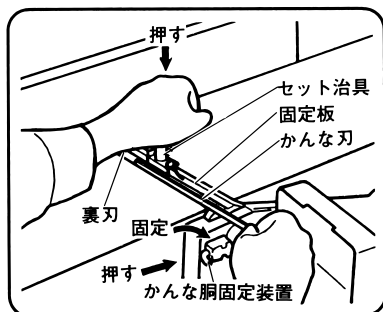

図 48
(2) かなな胴固定装置のレバーを指先で押し右(図中固定側)にまわしてかなな胴を固定します。(図48)
(3) 付属のセット治具を固定板に4～5回転ねじ込み、セット治具を手で押し、固定板を押し下げます。
(4) かなな刃の一方を持って裏刃とかなな胴の